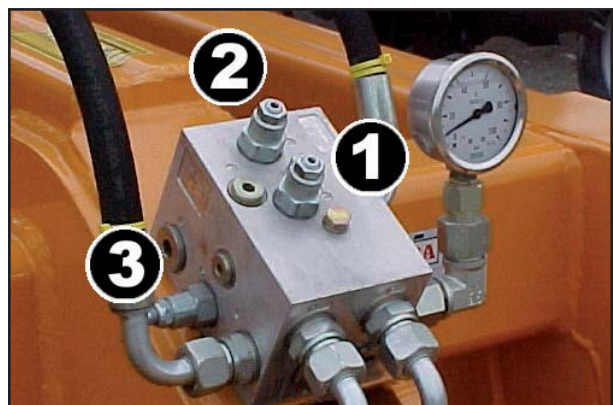

Figure 5.03 : Bloc de distribution
2. Si le système a besoin d'être réglé :- Dépliez partiellement les ailes et maintenez-les dans cette position. Pour régler la pression, utilisez la vanne 3 (représentée sur la figure 5.03). Dévissez la vis de réglage jusqu'à ne plus sentir de résistance (position presque entièrement dévissée). Dépliez complètement les ailes comme ci-dessus, en vérifiant l'indication du manomètre. Maintenez la pression hydraulique pour déplier les ailes et réglez la vis tout en pressurant.